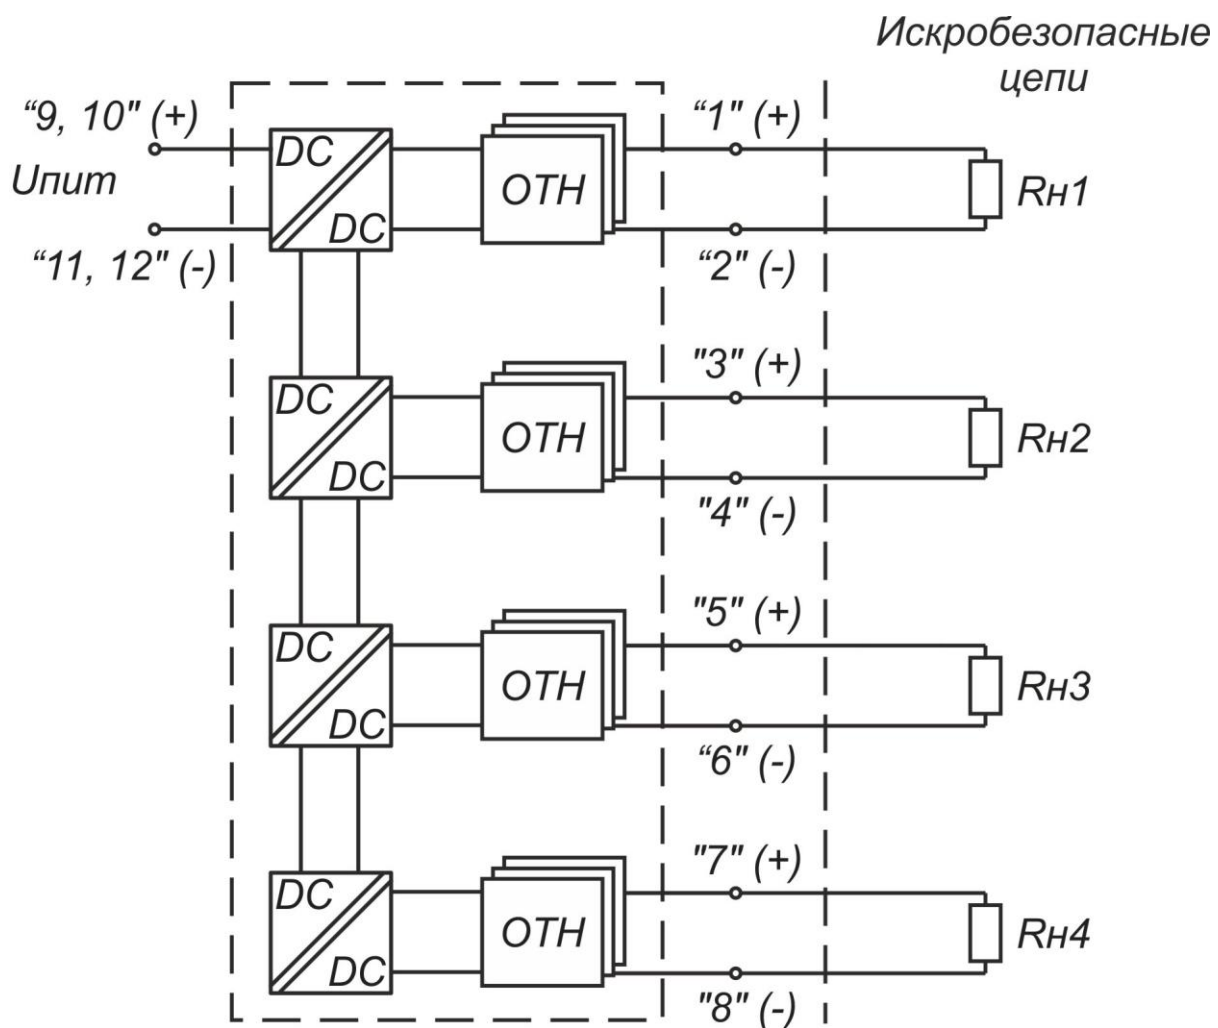

Рис. 2. Схема подключения блока ЛПА-200
8.1.3 Схема подключения приведена в п. 9 «Схемы подключения» на Рис. 2.